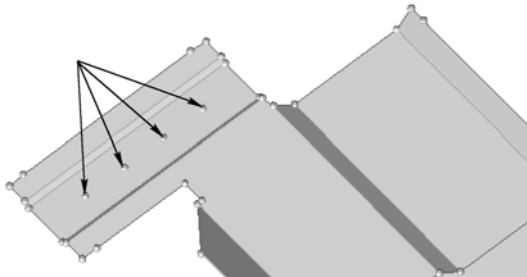

图 4-16 硬点位置 2
- (1) 在 point edit 中进入 suppress 子面板。
- (2) 压缩如图 4-16 所示的 4 个硬点。